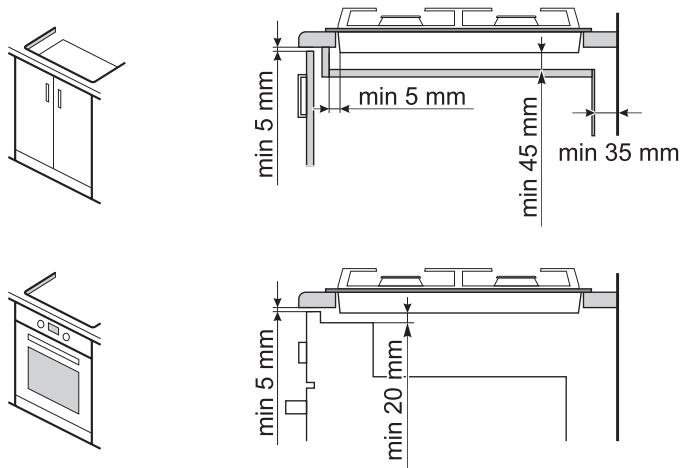

Рис. 5
- При установке стола необходимо обеспечить минимальные воздушные зазоры согласно рис. 5.